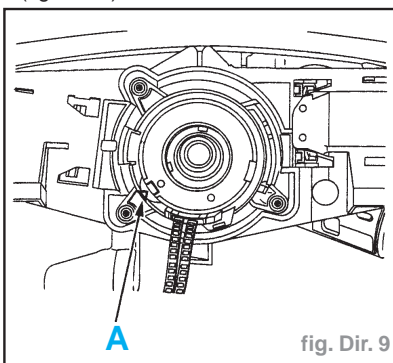

fig. Dir. 9
- (A) l'index de la platine supérieure doit être en face de l'index platine inférieure (fig. Dir. 9).